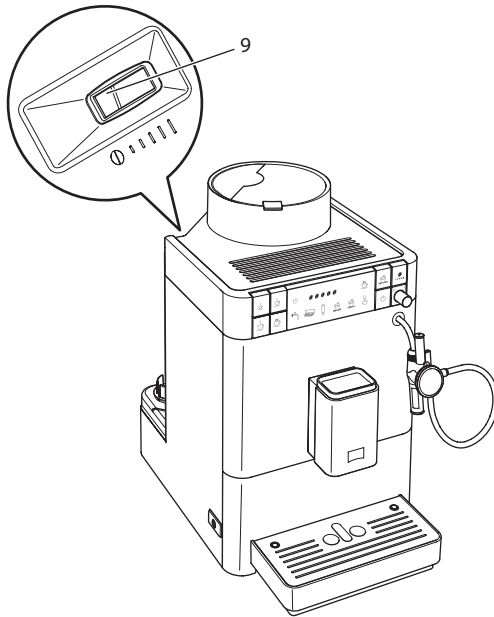

Fig. 13: Palanca para ajustar el nivel de molido
- » En la carcasa aparece la palanca "Ajuste de nivel de molido" (9).
2. Mueva la palanca hacia la izquierda o derecha, como se muestra en Fig. 13.